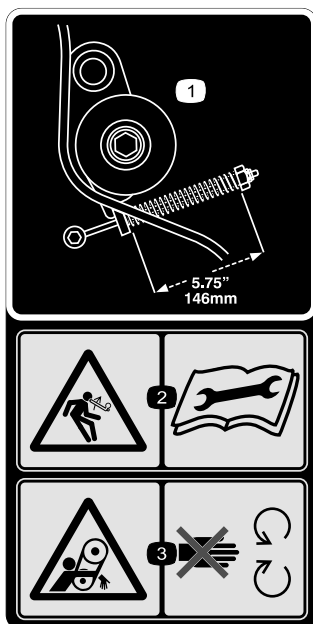

Figure 33
1. Vérifiez que la tension de la courroie est correcte en comprimant le ressort de tension à 146 mm (5¾ po); voir Figure 33.